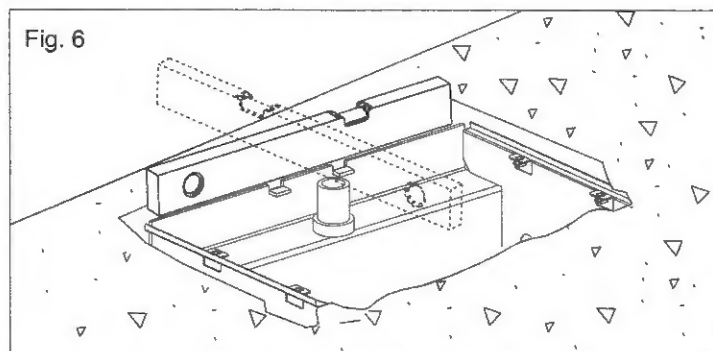
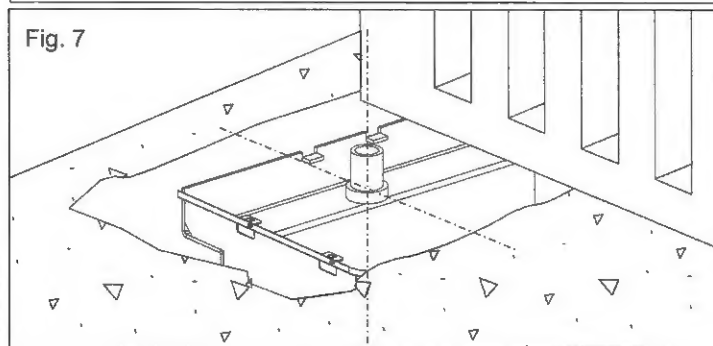

Fig. 6
Fig. 7
2.3. Avant de cimenter le caisson, utiliser un niveau pour le rendre parfaitement horizontal sur le sol (Fig. 6) et perpendiculaire à l'axe du portail (Fig. 7).